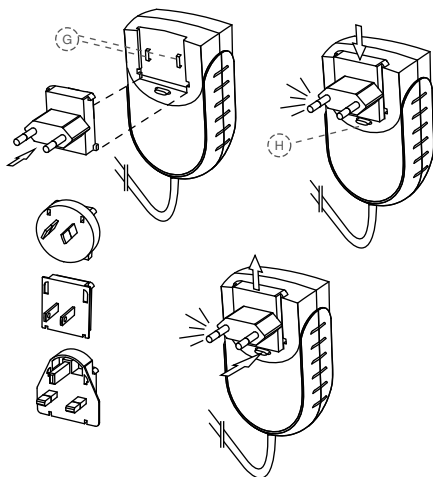

Fig. 4: Fuente de alimentación y adaptador
1. Seleccione el adaptador de enchufe que se ajuste a la toma de corriente correspondiente a la alimentación eléctrica (ver Fig. 4).
2. Coloque el adaptador requerido con los dos contactos (Fig. 4, G) en la fuente de alimentación y empújelo hacia el botón de bloqueo (Fig. 4, H) hasta que encaje en la posición. Para cambiar el adaptador, presione el botón de bloqueo.